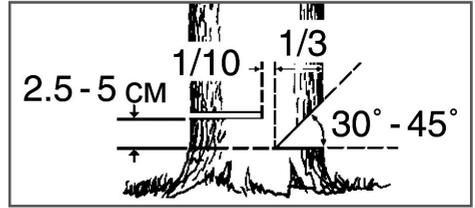

Рис.11
4. Выберите направления падения дерева, для этого следует учесть силу и направление ветра, естественный наклон дерева, равномерность распределения веток в кроне дерева. Начните пилить с той стороны дерева, куда оно должно упасть (Рис.11).